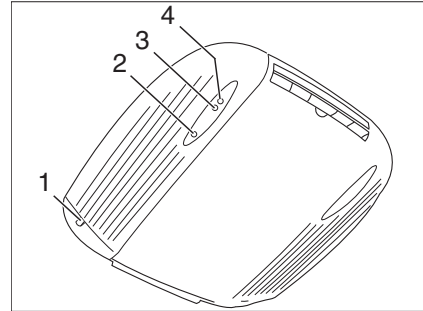
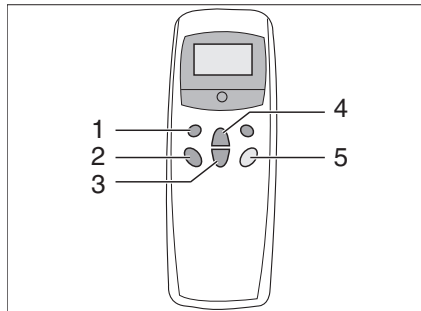

Fig. 180 Vista interior
Fig. 181 Mando a distancia
La instalación de aire acondicionado está colocada en el techo del vehículo. El mando a distancia (Fig. 181) para la instalación de aire acondicionado se encuentra en la zona de la cocina.
- Conectar el vehículo a la alimentación de 230 V. La instalación de aire acondicionado está lista para el funcionamiento. El LED rojo (Fig. 180,2) luce.
- Conectar el mando a distancia con el interruptor (Fig. 181,5).
- Ajustar con la tecla (Fig. 181,1) el modo de funcionamiento deseado. La luz de control verde (Fig. 180,3) indica el funcionamiento de la refrigeración, la luz de control rojo (Fig. 180,4) el funcionamiento de la calefacción.
- Caso necesario ajustar con las teclas (Fig. 181,3 y 4) la potencia del ventilador y la temperatura ambiente deseadas.
- Para la desconexión pulsar de nuevo la tecla (Fig. 181,5) en el mando a distancia.